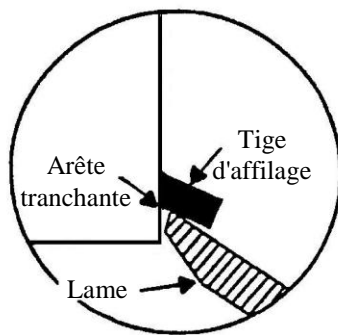

Figure 5A – Réglages adéquats
8.3.3 Angle de la tige d'affilage (voir les figure 5A et 5B)
L'angle de la tige d'affilage doit être réglé pour qu'elle touche la lame à raz de la face intérieure ou sur l'arête tranchante, comme dans la figure 5A ci-dessous.